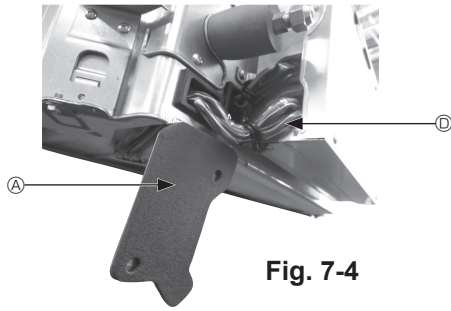

Fig. 7-4
- ① Fjern de to skruene som fester ledningsdekselet på hovedenheten, og åpne dekslet.
- ② Legg ledningene for i-see-Sensoren og signalmottakeren gjennom ledningsinnføringene i el-komponentboksen som vist i diagrammet og rundt gjennomføringene på siden av hovedenheten. (Fig. 7-4)